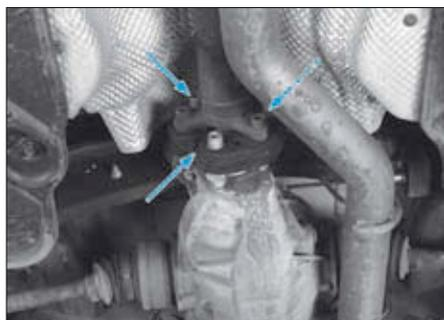

FIG. 2
- l'arbre de transmission du différentiel arrière (Fig.2).